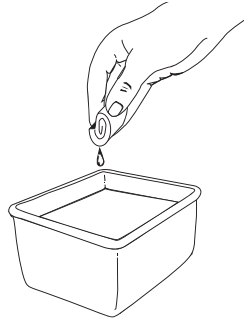

Fig. 25
3. Lave el filtro con agua y detergente (Fig. 25). Enjuague bien el filtro y déjelo secar.